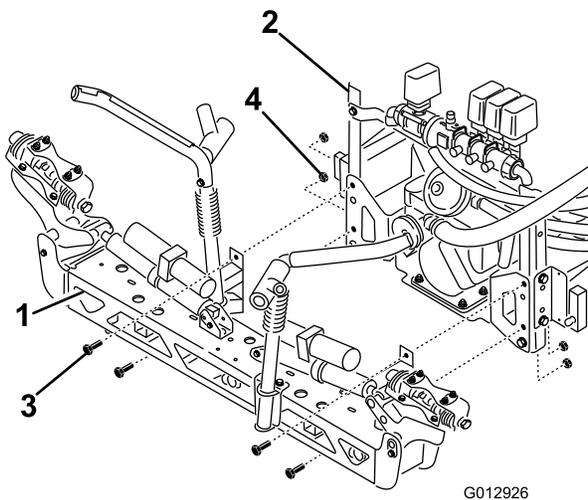

Figura 29
3. Monte a rampa central no sistema de pulverização nos apoios da estrutura da rampa conforme ilustrado em Figura 29 com 4 parafusos (1/2 x 1-1/4 polegadas) e quatro porcas de bloqueio (1/2 polegada).